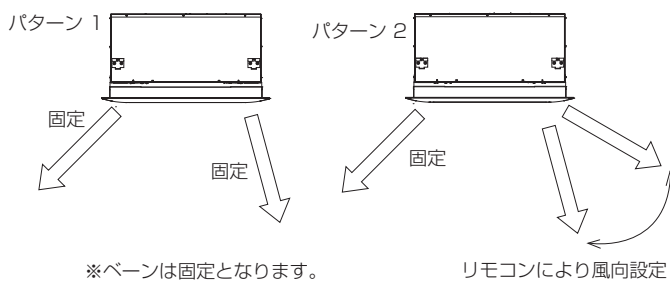

図17
- オートベーンを左右個別に設定し、吹分けすることができます。(図17)